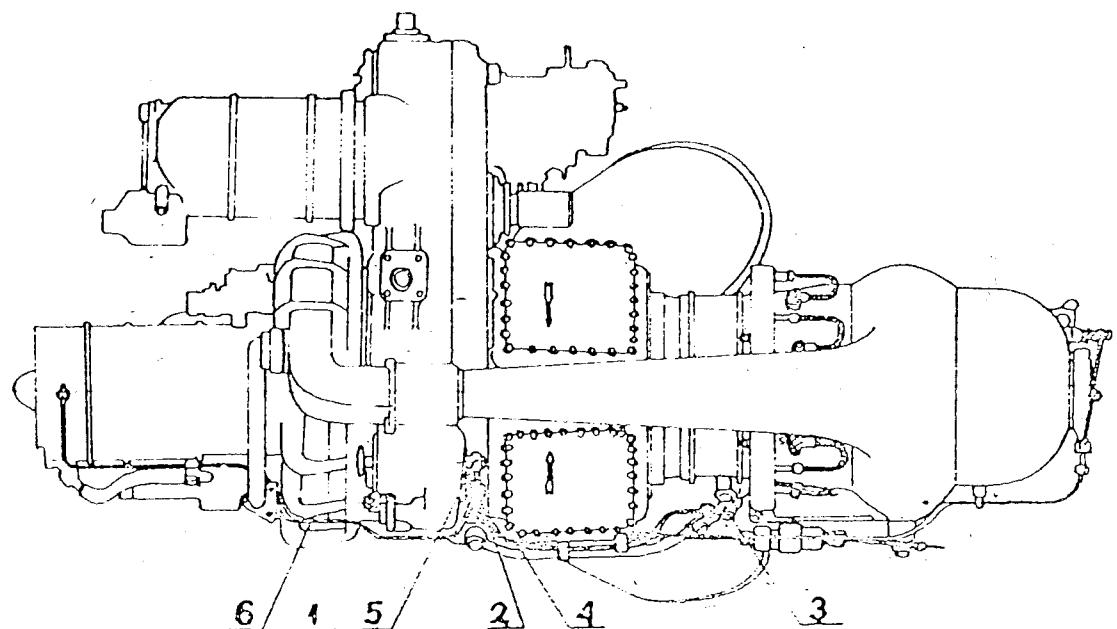
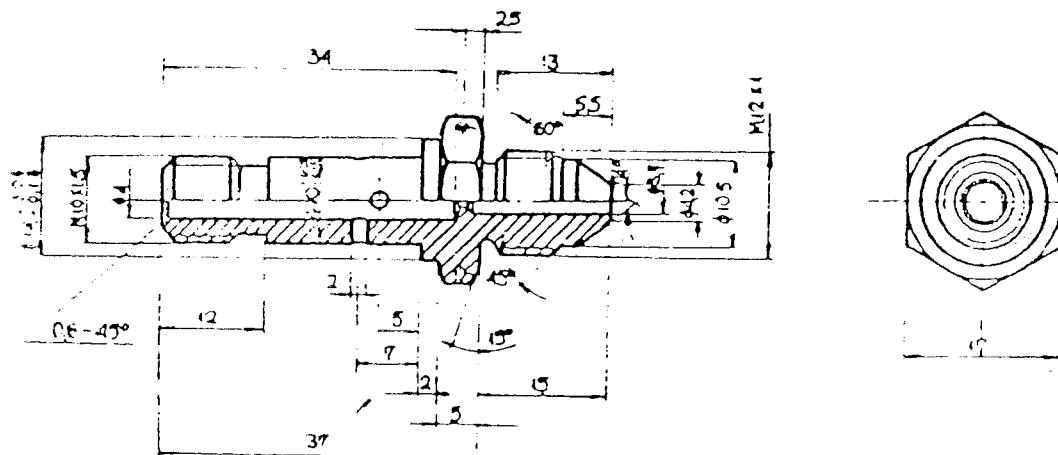
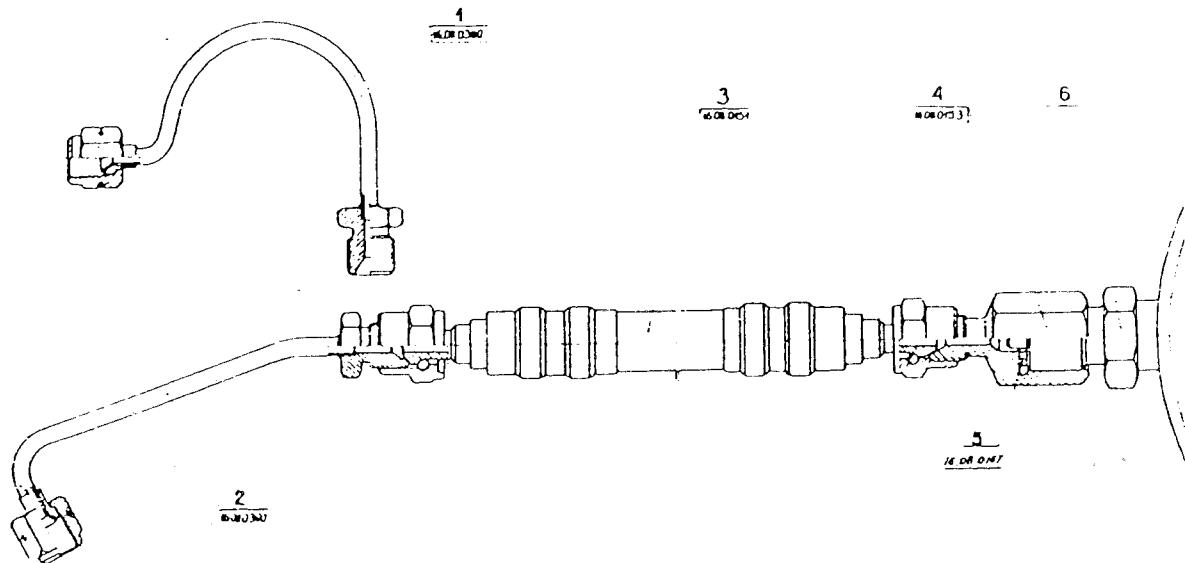

Рис. 6.17. Вид двигателя.
Рис. 6.19. Штуцер I6.08.0I48
Рис. 6.20. Узел замера давления масла.
I6.3.4. Отсоединить от двигателя шланг подвода масла из маслобака. Специальную трубку I6.08.0320 с установленным в неё приёмником поставить на двигатель, закрепив гайку 2 на штуцере подвода масла к двигателю (штуцер I рис. 6.17.).
- I6.3.6. В местах подсоединения 2 и 3 (рис. 6.17.) поочерёдно вывернуть штуцера, соединяющие масляную трубку 4 с маслофильтром и сопловым аппаратом I ступени свободной турбины, а вместо них ввернуть штуцера I6.08.0148 (рис. 6.19.).
I6.3.7. К наконечникам штуцеров I6.08.0I48 подсоединить специальные трубы с резиновыми шлангами и манометрами класса точности 0,6 с диапазоном замера величины давления 0–4 кг/см2 с ценой деления 0,02 кг/см2 (рис. 6.20.).
(рис. 6.17.) подвода масла к III опоре.
$P_2$  – давление масла на выходе из штуцера 2 (или 5 рис. 6.17.) за масляным фильтром двигателя.
$P_3$  – давление масла на входе в штуцер 3 (рис. 6.17.) перед III опорой.
16.3.14. Для более удобного выполнения работ согласно пункту 16.3.6. на правом двигателе допускается замер перепада давления  $\Delta P$  на штуцерах 5 и 3 вместо штуцеров 2 и 3 (рис. 6.17.).
С этой целью штуцер 16.08.0148 (рис. 6.19.) на правом двигателе вместо штуцера 2 необходимо установить в штуцер 5 (рис. 6.17.) и к этому штуцеру подсоединить трубку (рис. 6.20.) с резиновым шлангом и манометром.
В случае, если при таком замере величина расхода масла будет укладываться в диапазоне 1,0–1,3 л/мин, то необходимо произвести замер величины перепада давления  $\Delta P$  на штуцерах 2 и 3 (рис. 6.17.), после чего принять решение о возможности дальнейшей эксплуатации двигателя. В случае определения величины  $\Delta P$  на штуцерах "5 и 3" и "2 и 3" конечную оценку величины расхода масла через III опору делать по величине  $\Delta P$ , определенной в штуцерах "2 и 3" (рис. 6.17.).